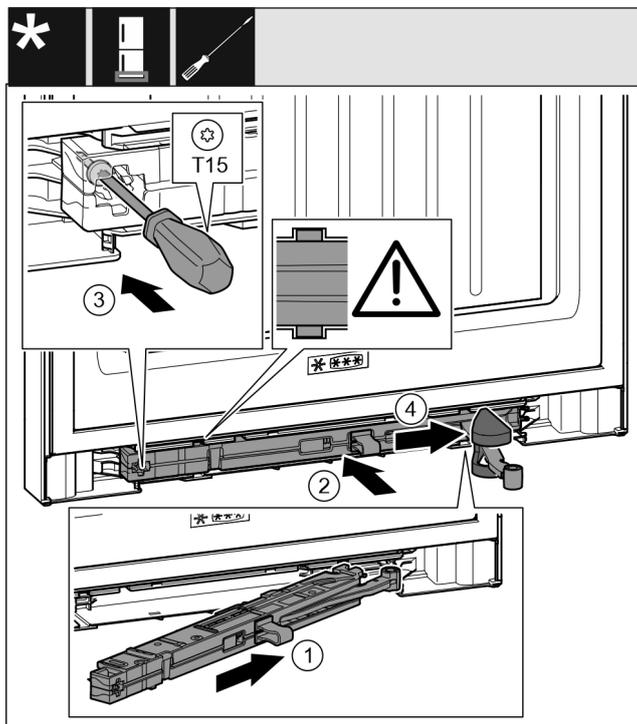

Fig. 38
- ▶ Côté support de palier, pousser l'unité d'amortissement de fermeture jusqu'en butée de biais dans l'évidement. Fig. 38 (1)
- ▶ Pousser l'unité d'amortissement de fermeture à fond dans l'évidement. Fig. 38 (2)
- ▶ Serrer la vis au moyen d'un tournevis T15. Fig. 38 (3)
- ▶ Pousser le couvercle sur la jointure. Fig. 38 (4)